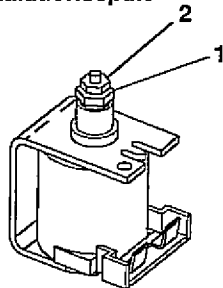

Bild 3
- den minimalen Düsendruck nach Tabelle einstellen; dies geschieht mit einem 9mm-Gabelschlüssel an der Mutter (1, Bild 3)
- den maximalen Düsendruck nach Tabelle einstellen; dies geschieht mit einem 7 mm-Gabelschlüssel an der Mutter (2, Bild 3), dabei muß die darunter befindliche Mutter (1) in ihrer Einstellung festgehalten werden